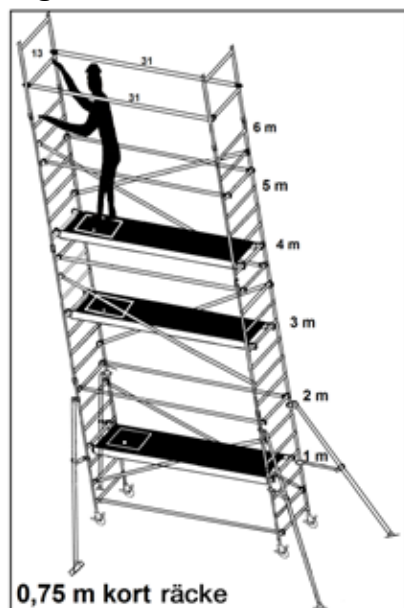
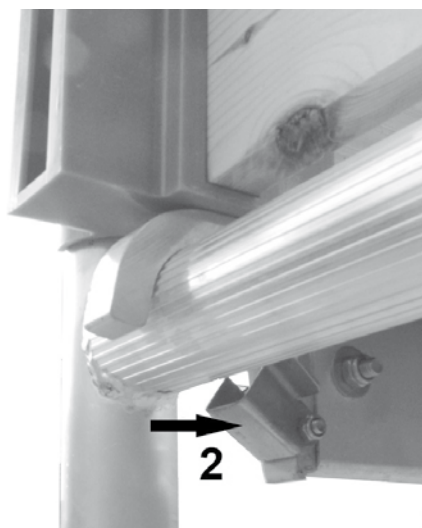

Fig.12
Fig.20
- Krypa nu igenom lem på plattformen (endast typen 75 cm bred) för vidare konstruktion i höjd, till exempel med en annan 2 meter mellanliggande modul här fortsätt som beskrivet i punkt 4 fig.12.
8. Börja med montering av räckeram 13 (kort) fig.12 då montera för byggnadsbredd 75 cm de två tillfälliga horisontella 31 se fig. 3 som säkerhet tills plattformen med luckan är monterad, sedan krypa halvvägs genom lemman, för här för att montera de två längsgående racke 10, nu tagit bort den 2 tillfällig monterade horisontalstag 31 plattform bredd 135 cm till medan han står på plattformen men monterade kort (racket) 13 och de två längsgående räckenna 10 se figur 18. Sedan montera båda plattformarna 17 och 18, kom ihåg att låsa de två krokarna, se fig.20.
10. Se till att alla fjäderlås på ramen är ordentligt låsta, se Fig.20 / 2
Se till att alla lås för plattformar är ordentligt låsta se sidan 37 fig. 20,2.
8. Plattformen måste alltid monteras, först i max. höjd 4,40 m. och sedan för varje max. 2,50 m. (Se kapitel 2.0, avsnitt 14). Plattform lyft av 2 män, fig.no.10. Här är ett handtag med arm och hand som visas i fig.no. 10,1. Plattformen lyftas förbi ramen och sedan på nivån. Vrid låset som visas på sidan 37 fig.20 i båda ändarna på plattformen.